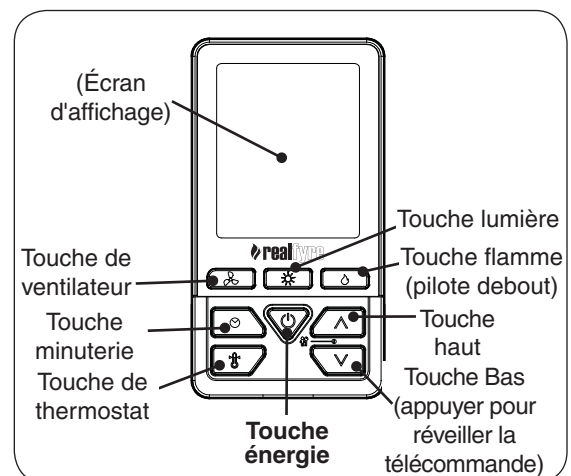

Fig. 36-3 Détails de l'émetteur à distance
2. Localisez la télécommande et appuyez sur la touche HAUT ou BAS pour réactiver la télécommande. Appuyez ensuite sur la touche **ÉNERGIE** (voir Fig. 36-3). L'écran affichera les données, le système émettra un bip et la séquence d'allumage commencera..